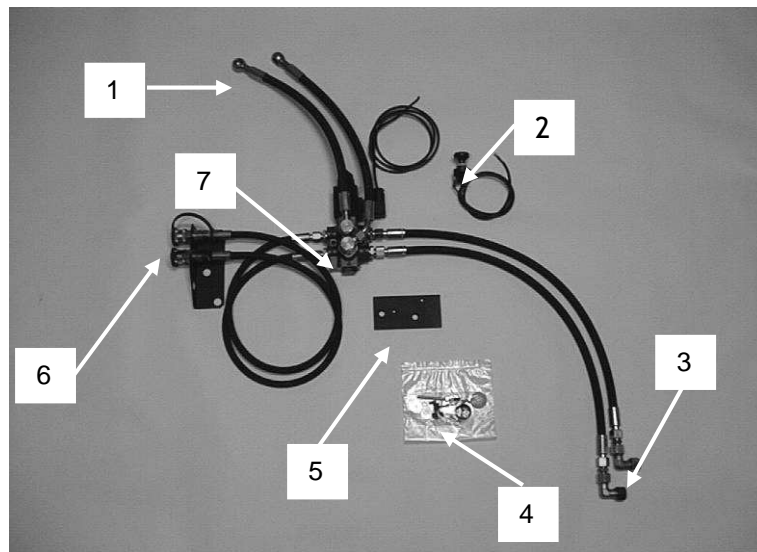

Bild 47: Heckhydrauliksat Version II
8. Montieren Sie das vormontierte Umschaltventil an die rechte Rahmeninnenseite. Ist eine Zentrale Hubwelle der Firma Sperber montiert, wird das Umschaltventil auf die obere Zylinderhalterung geschraubt. Ist die Zentrale Hubwelle nicht montiert, muss das Umschaltventil mit der Halteplatte Bild 47, Position 5 montiert werden.
10. Montieren Sie die beiden Hydraulikschläuche (Bild 47, Pos. 3) mit der Schneidringverschraubung an die abgeschnittenen Originalleitungen (siehe Bild 50).
11. Montieren Sie die beiden Hydraulikschläuche (Bild 47, Pos. 1) mit den Originalhohlschrauben an die oberen Anschlüsse (siehe Bild 51).
12. Montieren Sie den Zugschalter (Bild 47, Pos. 2) an die rechte Seite der Lenksäulenverkleidung (siehe Bild 51).